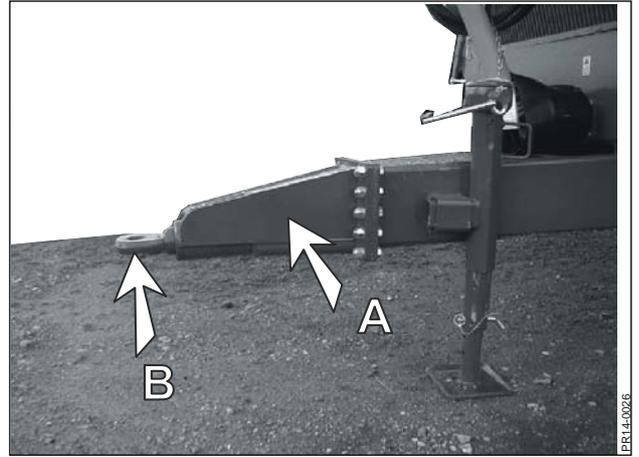

Fig. 4.2
Fig. 4.2 Die Zugdeichsel des Stallungstreuers (A) hat 2 mögliche Höheneinstellungen. Der relative Unterschied zwischen den 2 Einstellungen ist ca. 150 mm. Wählen Sie die Einstellung, die den Wagenboden des angebauten Stallungstreuers waagrecht macht.